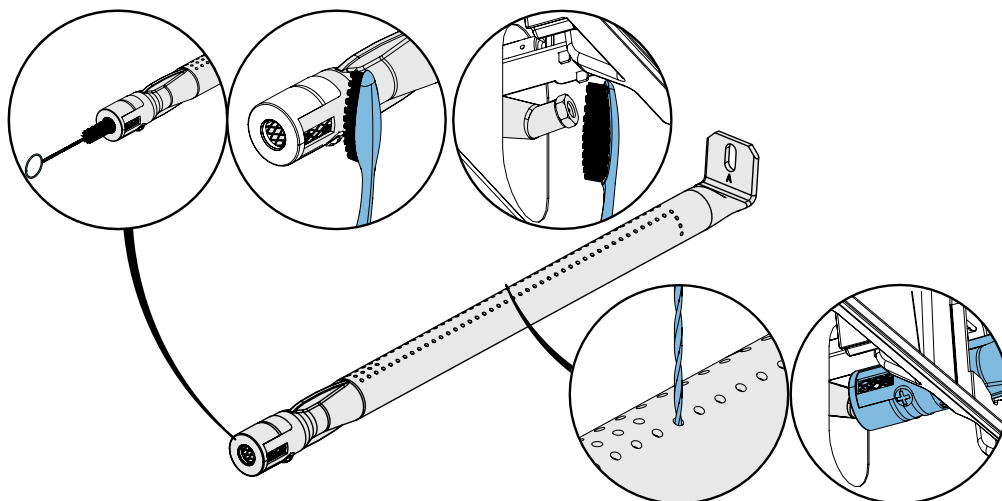

Fig. 9
1. Retire el/los tornillo(s) que sujetan el quemador a la pared trasera de la parrilla. Deslice el quemador hacia atrás y hacia arriba para retirarlo. **(Fig.9)**